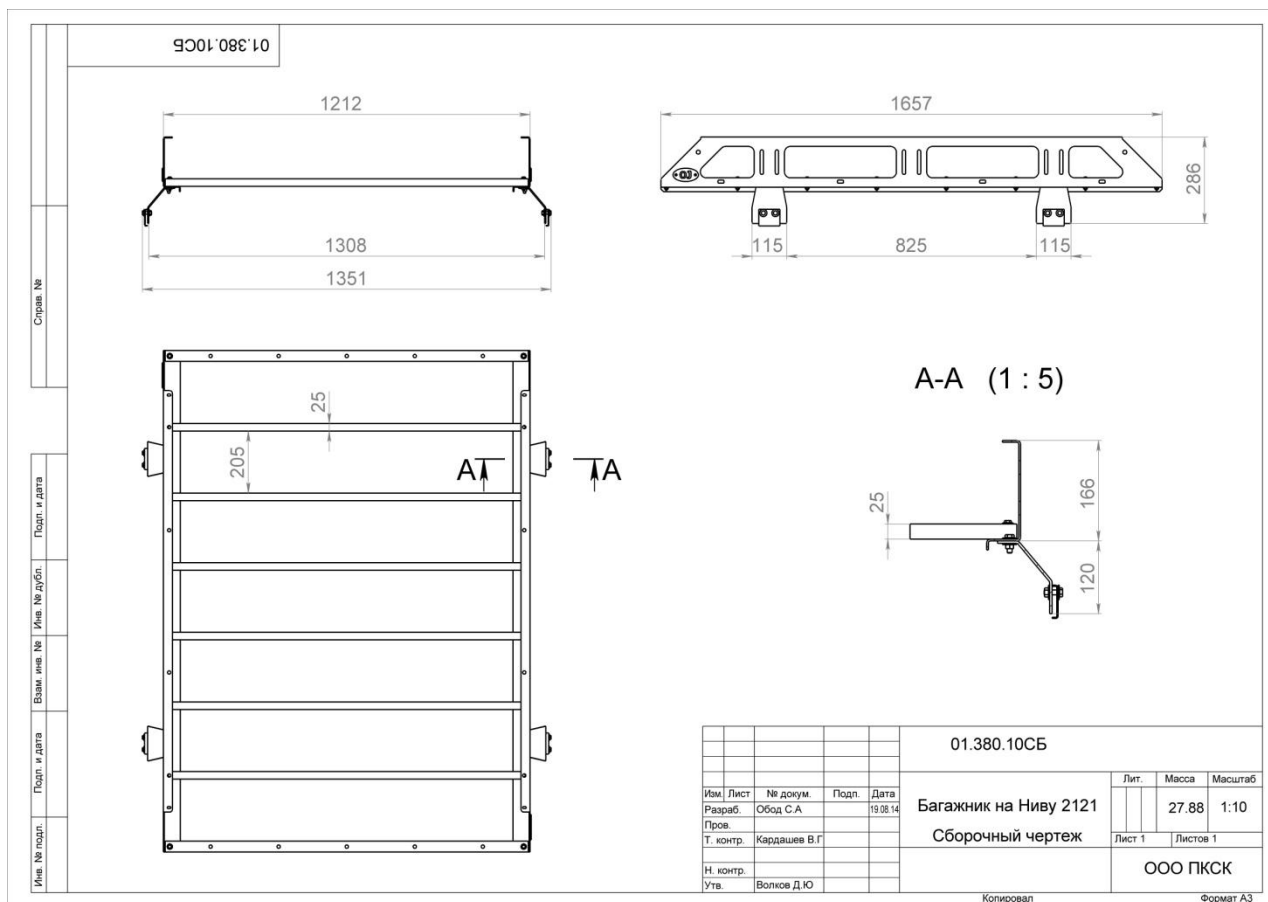

Рис. 2 Сборочный чертёж
- Собрать багажник, установив все поперечины 2 и профили фар 5 при полной их затяжке к боковинам 1. Затем слегка наживить опоры 3 прилагающимся крепежом, см. рис.2.